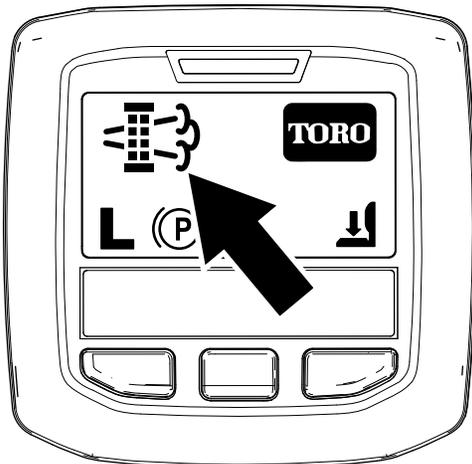

Figura 74
- Quando il computer del motore richiede una rigenerazione parcheggiata o una rigenerazione di recupero, nell'InfoCenter viene visualizzata l'icona della richiesta di rigenerazione (Figura 74).